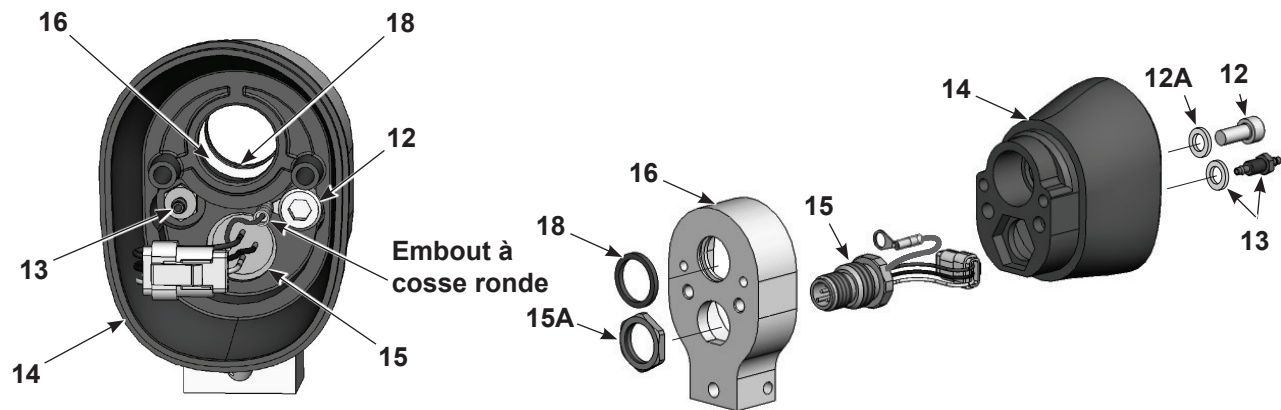

Figure 7-9 Démontage du pistolet à fixation sur barre 3 sur 3
8. Voir la Figure 7-9. Pour démonter l'arrière du corps, retirer la vis (12), la rondelle frein (12A) et le raccord cannelé ainsi que la rondelle frein (13) de l'intérieur de l'arrière du corps (14). Une clé hexagonale de 3 mm et une douille profonde 1/4" sont nécessaires.
9. Retirer l'écrou (15A) de la prise (15), retirer l'adaptateur de l'arrière du corps du pistolet de pulvérisation et faire passer le faisceau de la prise à travers le corps.
10. Examiner la quadruple bague (18) dans l'adaptateur (16) et la remplacer si elle est abîmée.
**NOTE :** Lors du remontage, fixer la borne de terre à cosse ronde à l'arrière du corps du pistolet de pulvérisation avec la vis (12) et la serrer à un couple de 2,5 N•m (22 inch-lb).